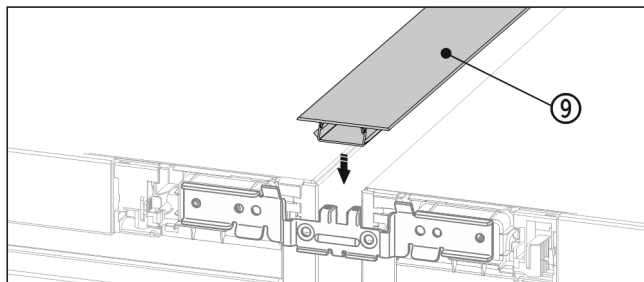

Fig. 20 *
- ▶ На верхней стороне вдавите в горизонтальную щель короткую декоративную планку Fig. 20 (9)*.